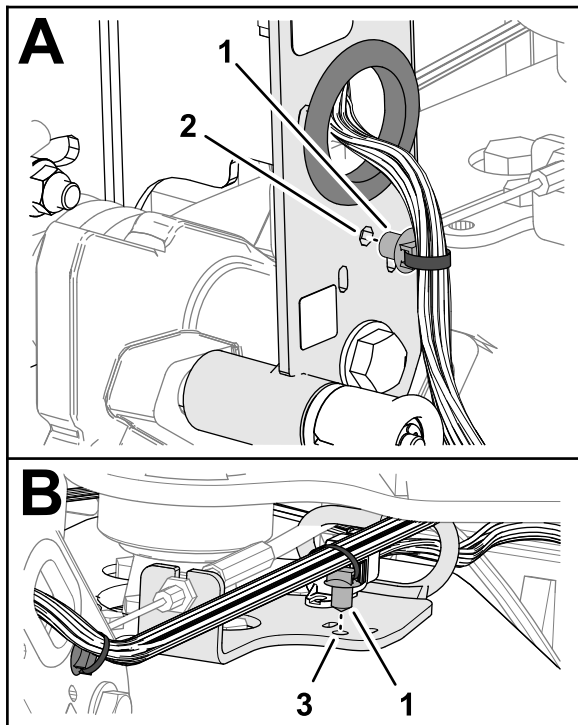

Figura 10
4. Introducerei ancora cu fixare prin împingere a cablajului mainii în orificiul din canalul barei de ghidare (Figura 10).